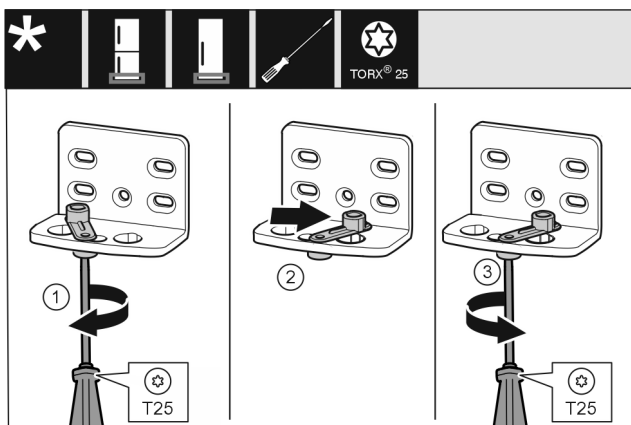

Fig. 16
- ▶ Vijake Fig. 16 (1) rahlo privijte z izvijačem.
- ▶ Privzdignite pripomoček za zapiranje vrat Fig. 16 (2) in ga v luknji zavrtite za 90° v desno.
- ▶ Zategnite vijak Fig. 16 (3) z izvijačem.